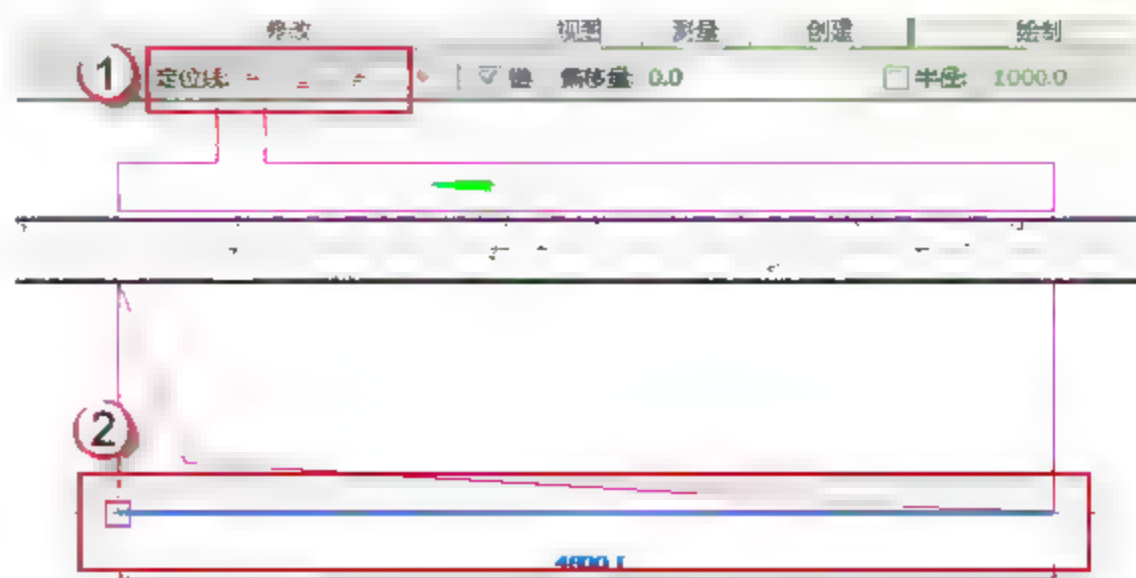

图 9.2.35 绘制“4800×1200×550 排水井”
(13) 绘制“4800×1200×550 排水井”。在绘图界面中，将“定位线”选择为“核心面：外部”，然后绘制排水井，如图 9.2.35 所示。